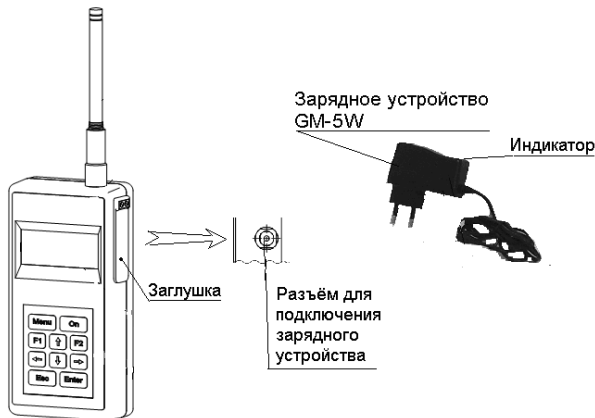

Рисунок 2.1
2.3.1 Заряд встроенного аккумулятора МЦ, рисунок 2.1, проводить при поступлении сообщения «Акк МЦ разряжен» на МЦ в последовательности: